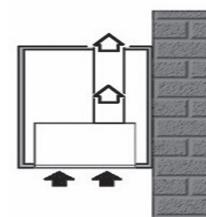

Rys. 4
- Umocować urządzenie za pomocą załączonych wkrętów do dolnej płyty szafki (Rys. 4).